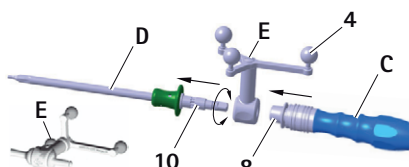

Fig. 8 Montarea unității de referință în formă de stea (calibrare cu ICM 4) și a mânerului S⁴C (FW067R sau FW165R) pe șurubelnița S⁴C
- Eliberați manșonul de blocare 8, vezi Fig. 8.